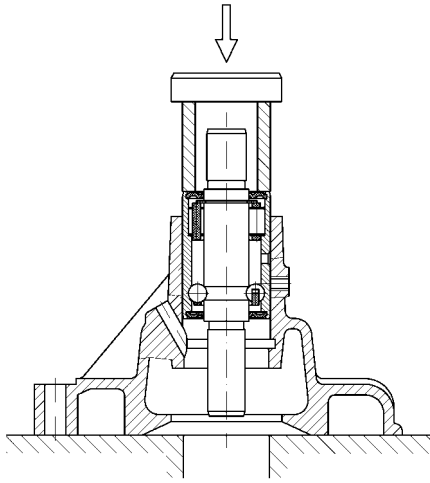

Рис. 136. Запрессовка подшипника с валиком
- с помощью оправки запрессовать подшипник с валиком в сборе в корпус так, чтобы гнездо под фиксатор на обойме подшипника совпало с отверстием в корпусе насоса (рис. 136);